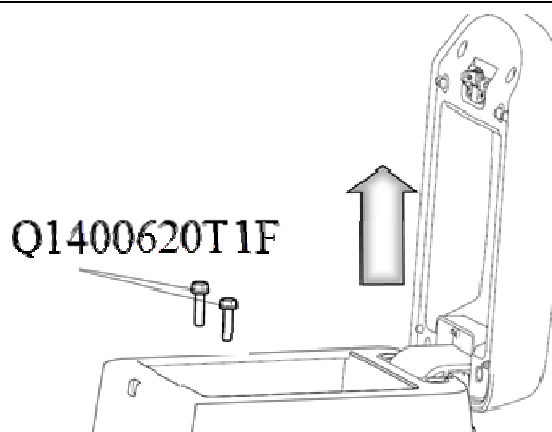

图 1.6.12 副仪表板固定螺栓的拆卸
- (3) 用长柄10号六角套筒将固定副仪表板本体与车身钣金两个螺栓(Q1400620T1F31六角头螺栓)松开并取出螺栓，再将扶手放回原来状态。如图1.6.12所示；